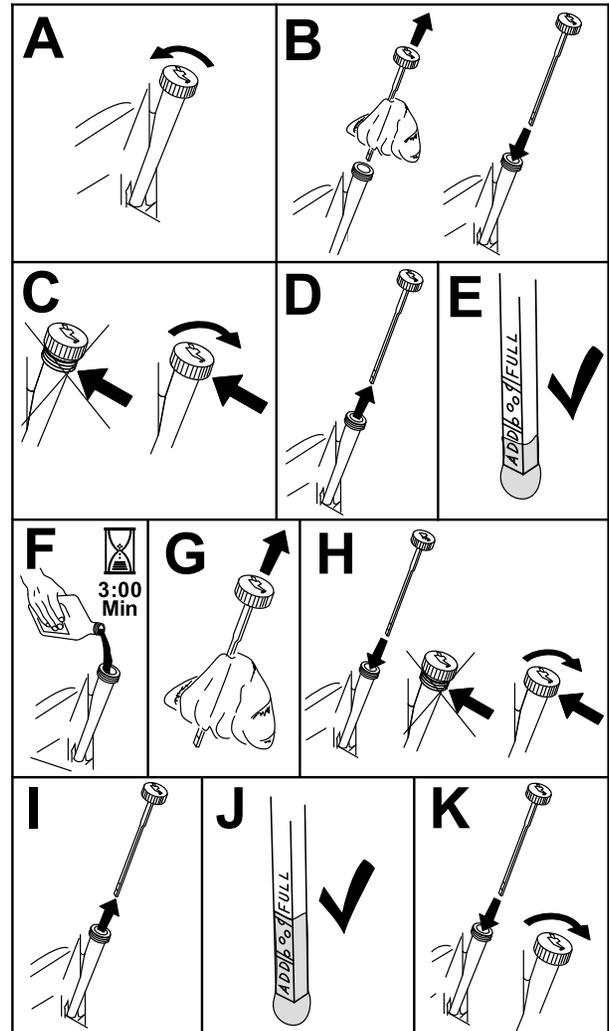

Figura 40
3. Para que no entre suciedad, recortes de hierba, etc., en el motor, limpie la zona alrededor del tapón de llenado/varilla de aceite antes de retirar éste (Figura 40).